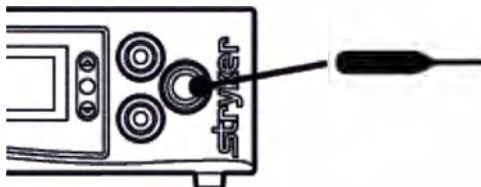

Рисунок 2: Консоль Crossfire™
2. Аккуратно введите штекер кабеля в разъем, как показано ниже на рисунке. Штекер закрепится (см. Рисунок 2). (Для того, чтобы отсоединить кабель, возьмите за накатную часть штекера и потяните).